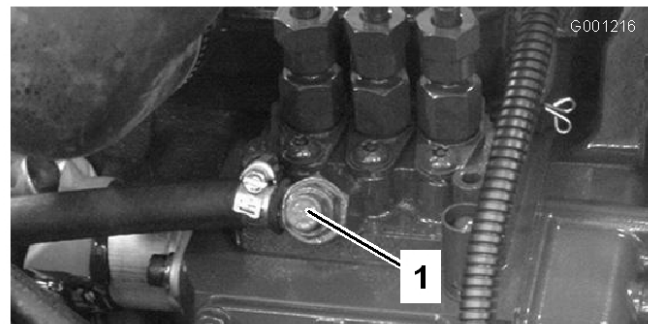

Bild 30
3. Öffnen Sie die Entlüftungsschraube an der Kraftstoffeinspritzpumpe (Bild 30).